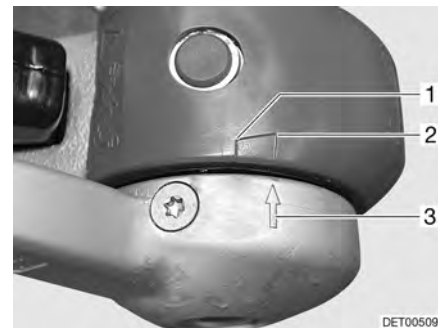

Bild 196 Friktionsbelägg
- När pilen på tryckbrickan (Bild 196,3) står framför eller intill den markerade ytan (Bild 196,2) är friktionsbeläggen inte slitna (nytt skick).
- När pilen på tryckbrickan står på den markerade ytan (Bild 196,1 till 2) är friktionsbeläggen lätt slitna.
- När pilen på tryckbrickan står på slutet av den markerade ytan (Bild 196,1) eller bakom den, är friktionsbeläggen slitna.